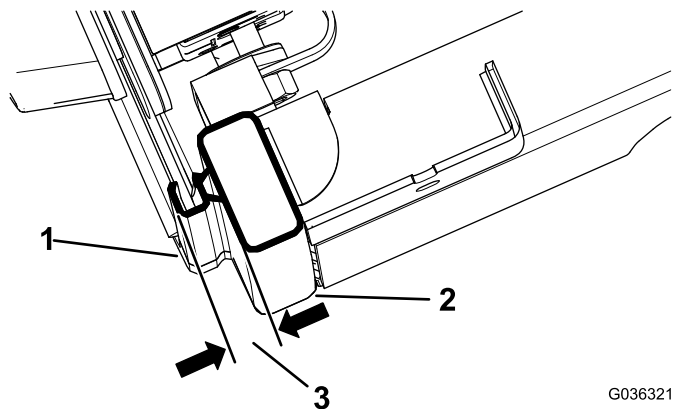

Figura 5
3. Feche a porta completamente e meça a altura entre o vedante hermético e a superfície do vedante na travessa da cabina e certifique-se de que a medição é de 1,9 a 2,2 cm, como se mostra na Figura 5.